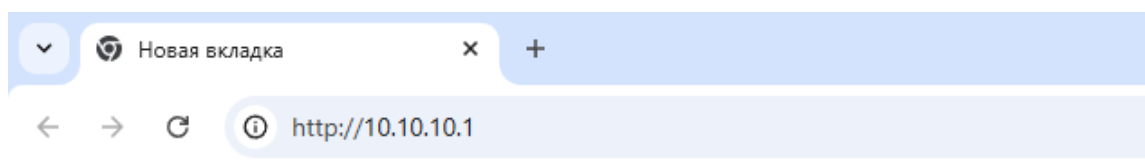

Рисунок 2.8. Ввод IP адреса в браузере для получения доступа к конфигуратору
2. В браузере (рекомендуемые браузеры см. Таблицу 2.1) ввести в адресную строку ip и номер порта, для открытия страницы Web-конфигуратора (по умолчанию ip – 10.10.10.1, порт – 80) (Рисунок 2.8).